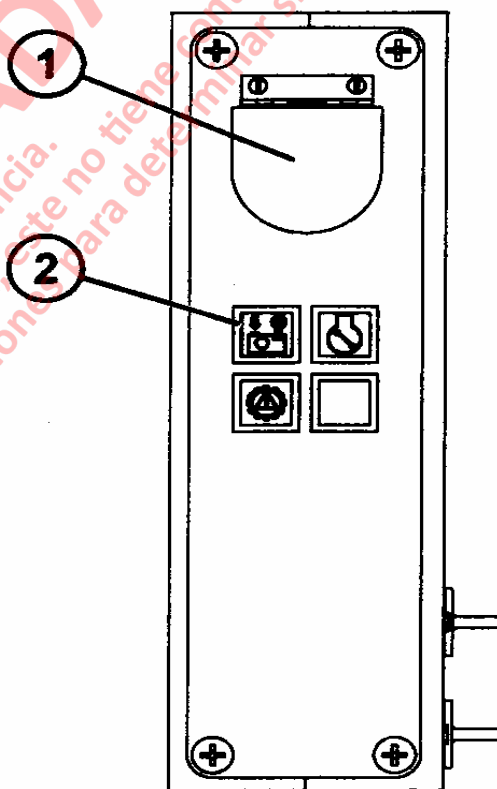

FIGURA 11-5. PARTE POSTERIOR DE LA CONSOLA CENTRAL
Una extracción de datos manual se toma presionando el botón almacenar datos (1, Figura 11-5), ubicado en la parte posterior de la consola central. Cuando el controlador del VHMS está registrando la extracción de datos de 7.5 minutos, se encenderá la luz de extracción de datos (2). Durante los primeros cinco minutos, el LED se encenderá continuamente. Durante los próximos dos minutos, el LED destellará lentamente. Durante los últimos 30 segundos, el LED destellará rápidamente.